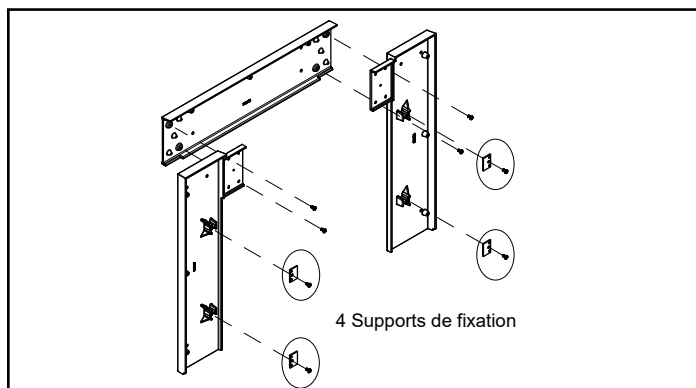

Figure 21.1
4. Fixez les supports de montage aux pièces latérales fournies avec l'ensemble (**Figure 21.1**).